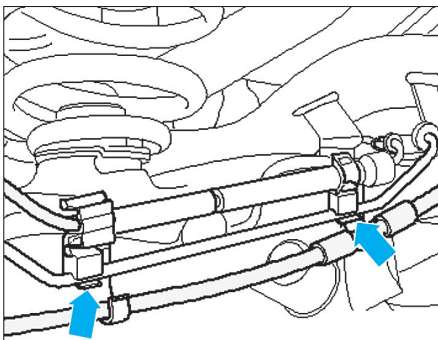

Fig. 35
- Déclipser la conduite de frein du bras de suspension (flèches) (Fig.35).